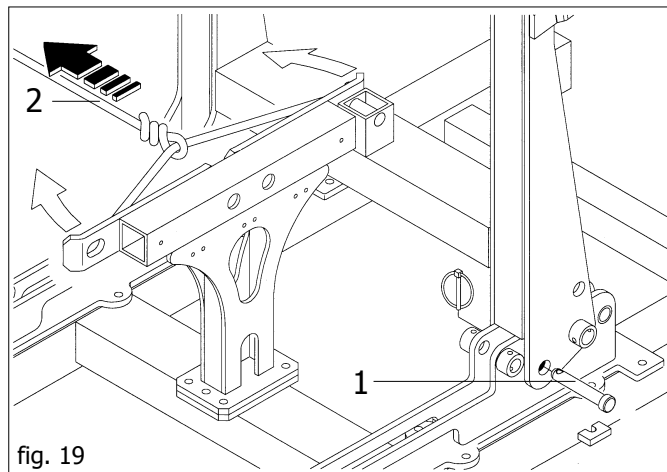
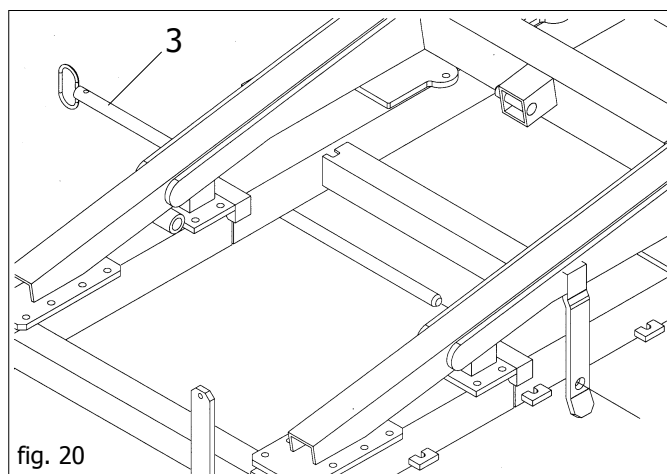

fig. 19
fig. 20
- Togliere le spine di sicurezza (1 fig. 19);
- Sbloccare il dispositivo di sicurezza tramite la corda (2);
- Bloccare con le spine (3 fig. 20).
- Sganciare le spine (3);
- Assicurare le spine di sicurezza (1).